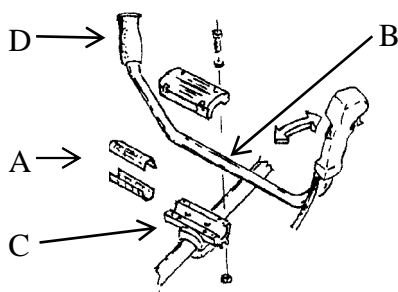

Fig. 4
**Manubrio:** (Fig. 4). Per ottenere un adeguato bloccaggio del manubrio sull'asta, bisogna innanzitutto inserire i due semigusci in lamiera forata A tra il supporto del manubrio C e il tubo del manubrio B. Poi, si prende il manubrio B e lo si posiziona in maniera tale che lo stesso venga impugnato tenendo la manopola con cavo acceleratore nella mano destra e l'impugnatura semplice D nella mano sinistra. Posizionate il manubrio B sulla crociera C e bloccatelo con il coperchio crociera e le apposite quattro viti. Prima di fissare il manubrio regolatelo in modo tale da avere le braccia leggermente flesse e i polsi il più possibile in posizione normale. Se si lavora con il polso inclinato e braccia tese infatti, lo sforzo aumenta, specialmente sulla mano destra maggiormente sollecitata dato il continuo azionamento del grilletto acceleratore.